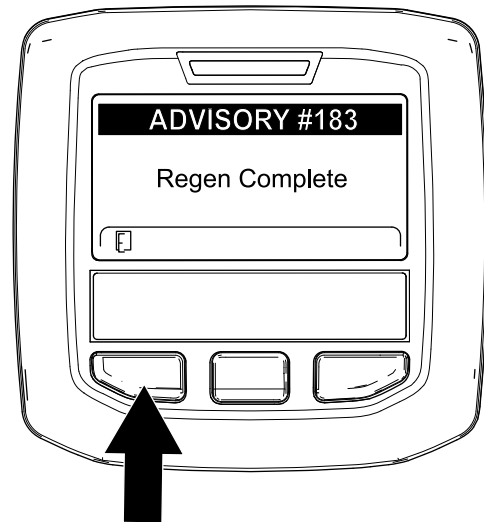

Figure 80
9. Quand le calculateur moteur achève une régénération en stationnement ou une d'urgence, l'InfoCenter affiche l'AVIS N° 183 (Figure 80). Appuyez sur le bouton gauche pour revenir à l'écran d'accueil.
Remarque: Si la régénération échoue, l'InfoCenter affiche l'avis n° 184 (Figure 80). Appuyez sur le bouton gauche pour revenir à l'écran d'accueil.